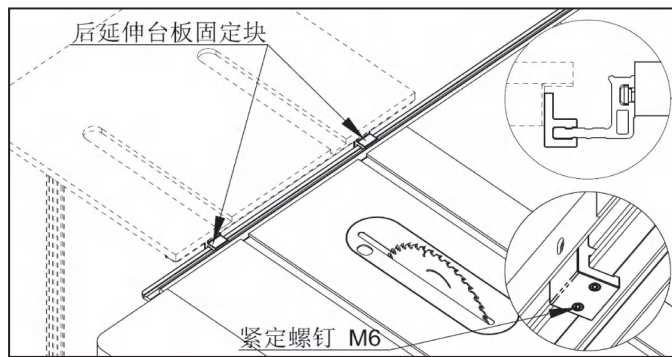

图 6-27
- (9) 本产品随机配备两个【后延伸台板固定块 D】，用于“后延伸台板”的安装。如图 6-27，该固定块使用 M6 紧定螺钉固定，可以在后导轨上任意位置锁紧。